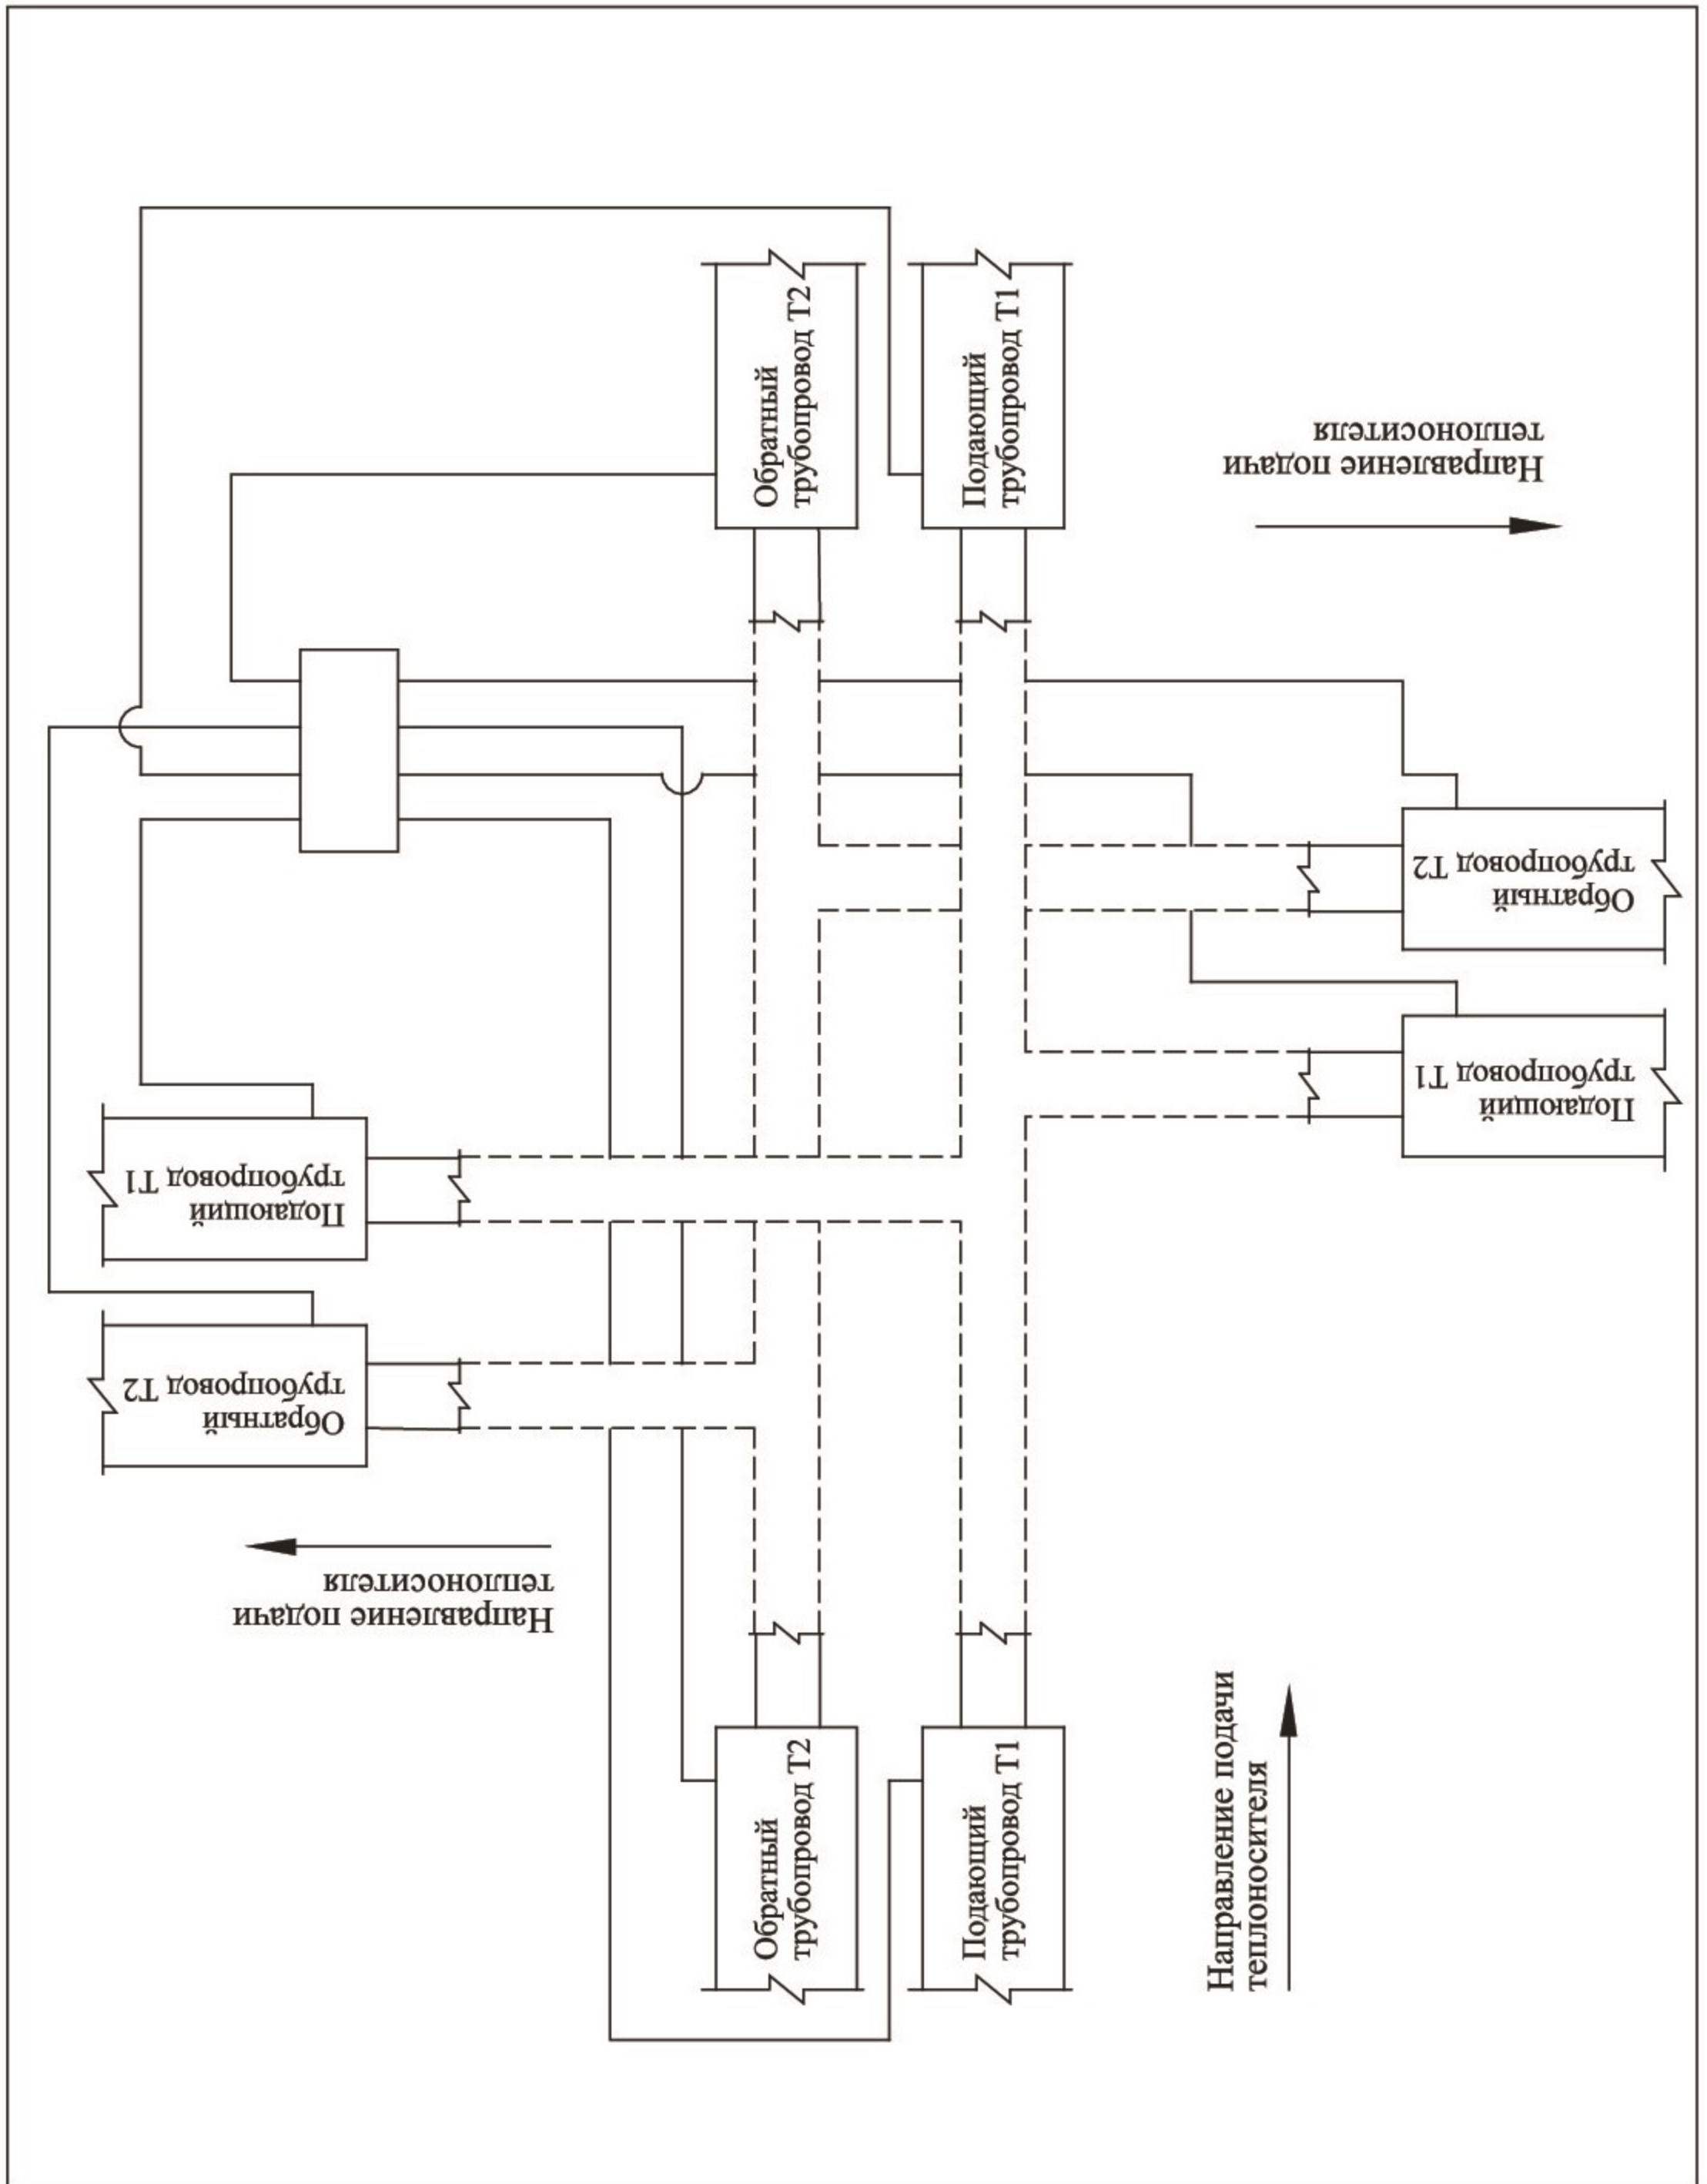

Рис. 3 Объединение четырех независимых двухтрубных систем ОДК
- 2.1. Объединение четырех независимых двухтрубных систем ОДК – Рис. 3, 7.